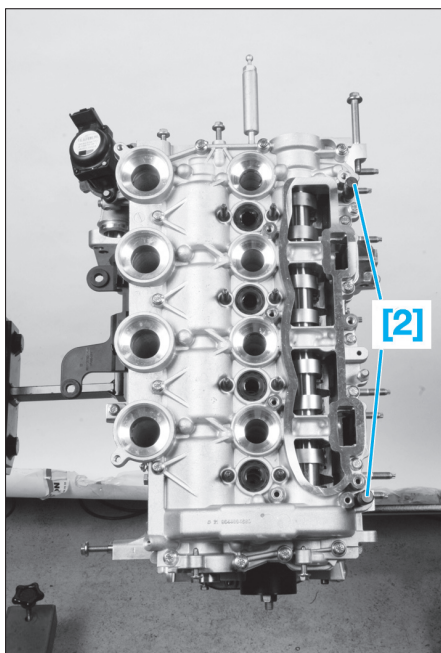

Fig. 76
- Positionner le carter palier d'arbres à cames à l'aide des outils [2] (Fig.76).